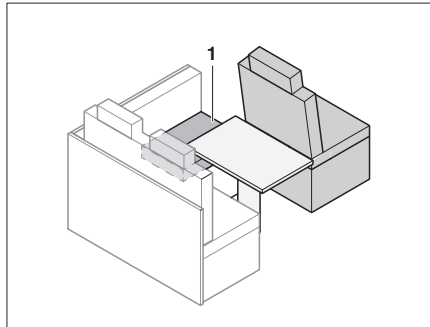

Fig. 180 Avant la transformation
- Mettre le coussin d'assise (Fig. 180,1) sur le côté.